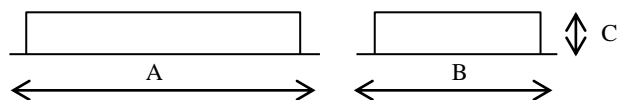

Рис. 3
- 4.7. Загрязненную решетку очищать мягкой ветошью, смоченной в слабом мыльном растворе. Воздушный зазор над верхней точкой светильника должен быть не менее 30 мм (см. рис. 3).
4.7. Clean a dirty grid with a soft cloth dampened in a mild soap solution. An air gap above the upper point of the lighting fixture shall be at least 30 mm (see Fig. 3).